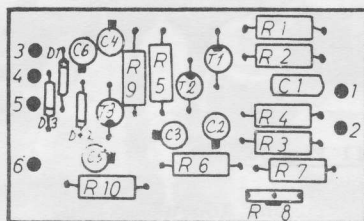

FIG.2.
1. Først monteres modstandene R1 til R10, se Fig.2 under montagen.
4. Kondensator C1 monteres efter Fig.2.
5. Elektrolytkondensatorerne C2 til C6 monteres, således at den sorte firkant på Fig.2 er minus, og passer med studsene på kondensatorerne.
6. Transistorerne T1, T2 og T3 monteres, således at den røde prik vender den samme vej som den sorte prik på Fig.2.